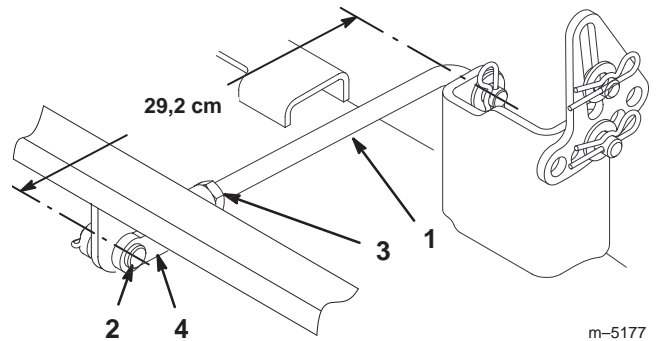

Bild 41
- Messen Sie die Länge der hinteren Drehzapfenstange (Bild 41). Entfernen Sie, wenn die Länge der Stange nicht 29,2 cm beträgt, den Splint und den Lastösenbolzen vom Ende der Stange (Bild 41), lockern die Klemmmutter und drehen das Joch, bis die Länge von 29,2 cm erreicht ist. Befestigen Sie dann das Joch mit dem Lastösenbolzen und dem Splint. Wiederholen Sie diesen Vorgang an der anderen Mähwerkseite.
- Ziehen Sie, wenn die Schnittemesserneigung von vorne nach hinten korrekt ist, die Klemmmuttern fest (Bild 41 und 43).